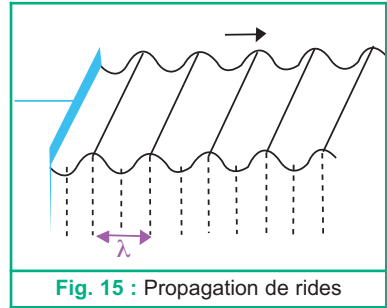

Fig. 15 : Propagation de rides
■ Si au lieu de la pointe, on utilise une réglette verticale dont le bord inférieur affleure au repos la surface libre de la nappe d'eau de la cuve à ondes, il se formera des rides rectilignes parallèles à la réglette. Ces rides se propagent perpendiculairement à la réglette. La distance séparant deux rides consécutives est égale à la longueur d'onde  $\lambda$  (Fig.15).